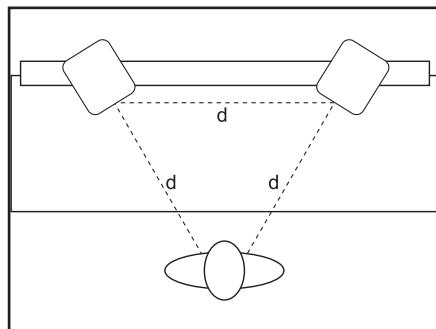

Figure 3
- *Configuration de champ proche* – Dans une situation de salle de régie, les moniteurs sont souvent placés sur l'indicateur de chevrotement ou dans une position d'écoute à champ proche. Le placement initial commence par la mesure d'un simple triangle équilatéral (les trois côtés ayant la même longueur) avec le sommet au centre de la position d'écoute comme un « calque » de l'installation stéréo. Dans cette configuration, les moniteurs gauche et droit sont chacun placés à un angle de  $60^\circ$ , équidistant de la position d'écoute. (Figure 3)